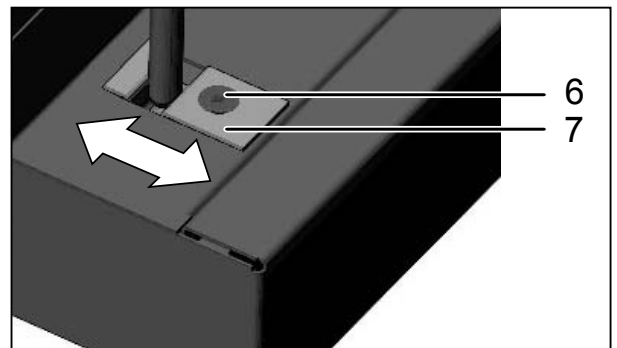

Fig. 39 Ajuste de la chapa de cierre
La chapa de cierre (Fig. 39) puede reajustarse también tras aflojar el tornillo (6) en dirección de la flecha:
1. Afloje el tornillo (6).
2. Desplace la chapa de cierre (7) en la dirección que indica la flecha.